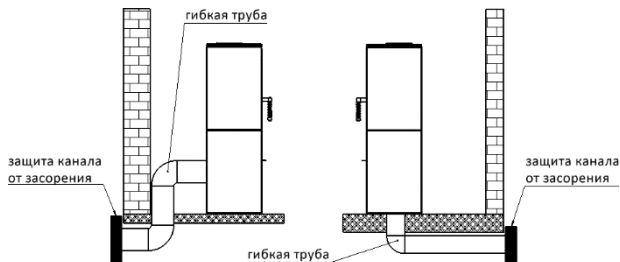

Рис. 2. Схема подключения подачи воздуха
- печьку поместить на несгораемой поверхности, которая выходит за пределы печику на мин. 0,4 м, считая от передней части печику, и мин. 0,2 м, считая от боковых и задней стенки печику (см. рис. 2),